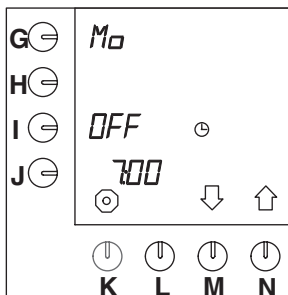

Fig. 43 Föruppvärmning behållare
- På displayen visas OFF i positionen bredvid programmeringstangenten (I.) (fig. 43).